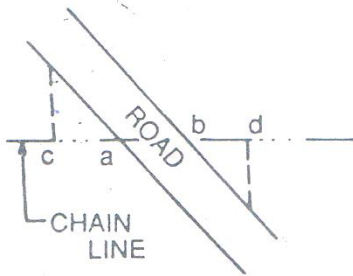

Fig. 2.12
- کله چې سرک د شرید خط په مايل ډول باندې قطع کړي د تقاطع د نقاطو فاصلې بیا دا شت کېږي a.b او کم تر کمه یو افست یې په دواړه طرفونو د تقاطع د نقاطو کې اخستل کېږي او نور افستونه د سرک د نوعیت پورې اړه لري او دلته عمودي افستونه c,d اخستل کېږي. fig 2.12 شکل مطابق